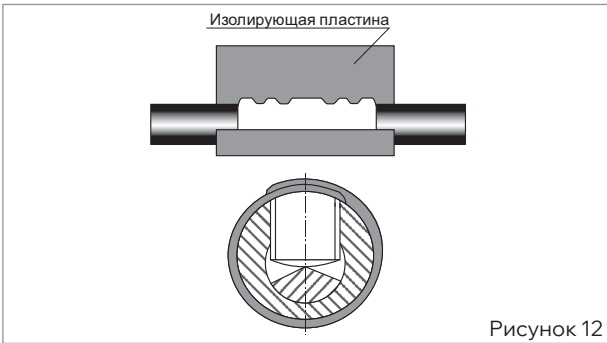

Рисунок 12
■ Обезжирить гильзы и прилегающие к ним участки трубок на расстоянии не менее 50 мм. Обернуть гильзы пластиной герметика (из комплекта «Герметик для гильзы»), для чего снять с одной стороны пластины бумагу, расположить ее симметрично относительно середины гильзы, край пластины расположить на местах срыва головок болтов (пластина должна полностью закрыть места срыва головок болтов) и обернуть гильзу, постепенно снимая бумагу. После обертывания гильзы места срыва головок болтов должны быть закрыты пластиной в два слоя. Обжать пластину рукой (рис. 12).